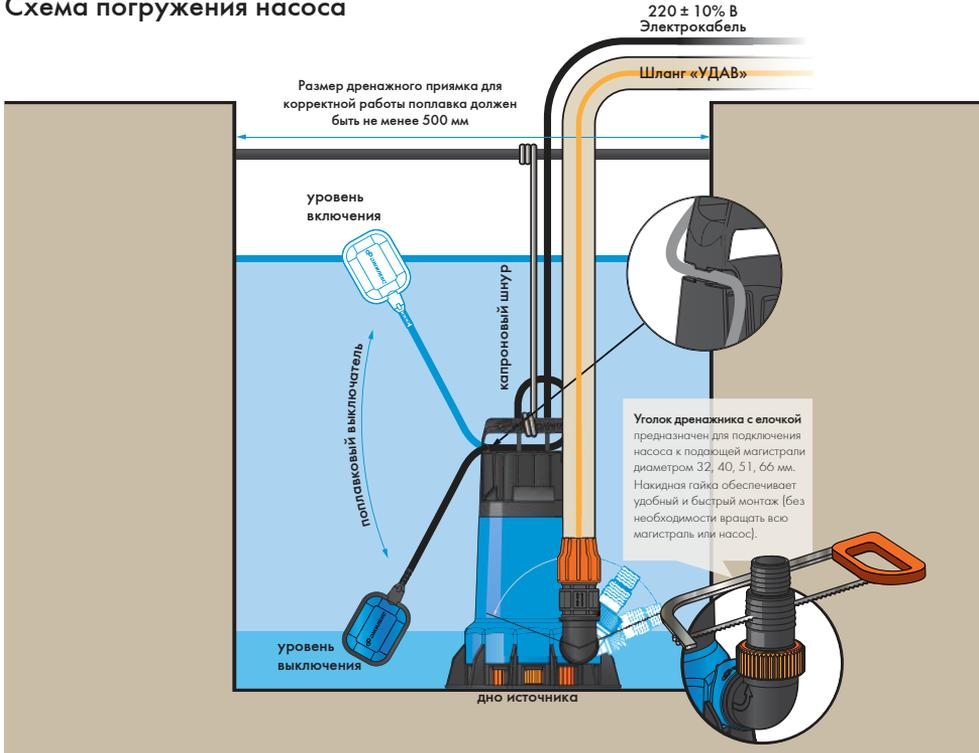

Рисунок 4 (на примере изображен насос «ДРЕНАЖНИК» 350/17).
- Проверьте отключение насоса в нижнем положении поплавкового выключателя. Отрегулируйте длину шнура (рисунок 4).
- Подсоедините напорную магистраль. При временной установке используйте гибкие шланги*, при постоянной — полиэтиленовые трубы (ПНД)*. Перед присоединением шланга удалите неиспользуемую часть штуцера (рисунок 4).